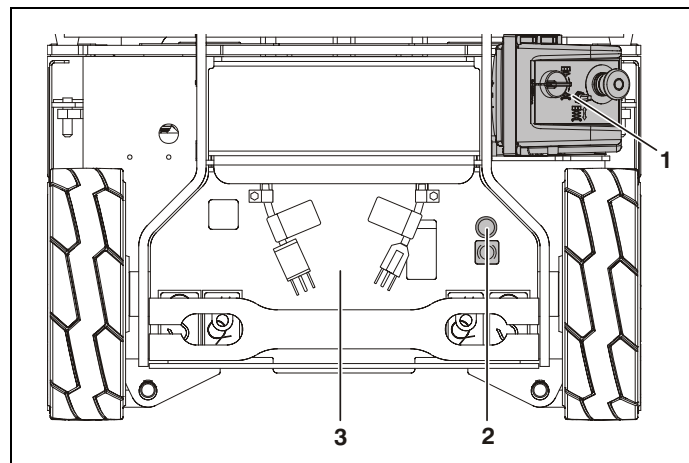

Fig. 4-16. Elektrisk bromsfrånkoppling
Elektrisk bromsfrånkoppling (fig. 4-16.)
3. Ta bort **lockets två bultar (1), locket (2) och lockets O-ring (3)** från baksidan av drivmotorenheten.
4. Sätt in bultarna i de **två frånkopplingshål** i **bromshuset (4)** (se punkt 4 i fig. 4-16 "Manuell frånkoppling").